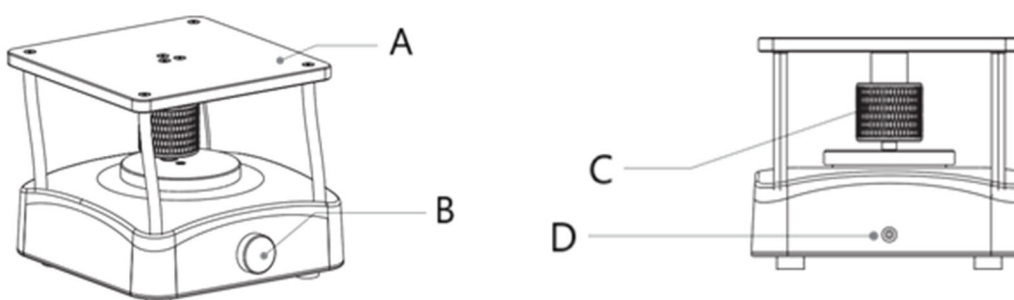

fig. 1
- Fonctionnement : Réglez le bouton de contrôle de la vitesse (B, Fig. 1) dans le sens des aiguilles d'une montre ou dans le sens inverse des aiguilles d'une montre pour régler la vitesse. De gauche à droite : 0-100 tr/min.
- Réglage de l'angle : Réglez le bouton de réglage de l'angle (C, Fig. 1) dans le sens des aiguilles d'une montre ou dans le sens inverse des aiguilles d'une montre à l'état d'arrêt jusqu'à l'angle requis (réglable de 0 à 8°) et réglez le bouton de contrôle de la vitesse (B, Fig. 1) pour faire fonctionner la machine.